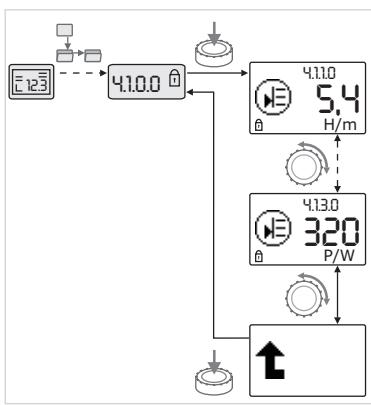

Fig. 46: Hämtning av information
- Välj menyelement av typen "Information" för aktuell undermeny genom att vrida på driftknappen (se Fig. 46). För en förklaring av inställningarna med symboler, se tabellen i kapitel 8.7 "Referens menyelement" på sidan 36.